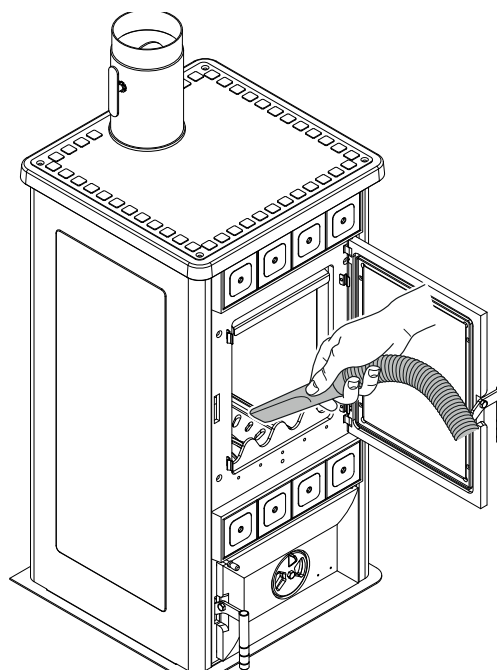

fig. 6.3.2
- Pulire il focolare dall'eventuale presenza di cenere (Fig. 6.3.2);